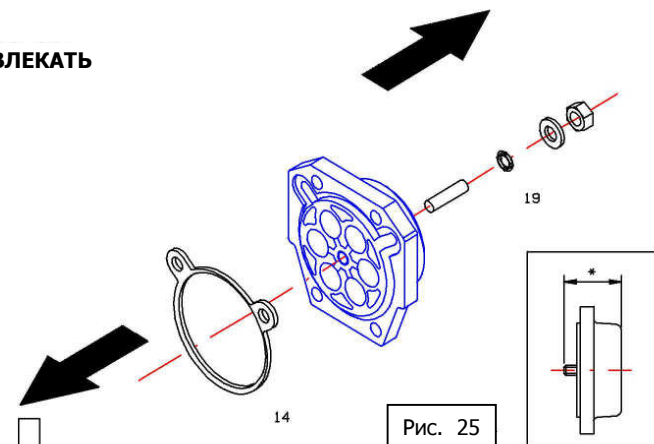

Рис. 25
**6** - С обеих сторон концевых заглушек снять: уплотнители концевых заглушек (дет. 14), кольцо O-ринг (дет. 19), см. Рис. 25.